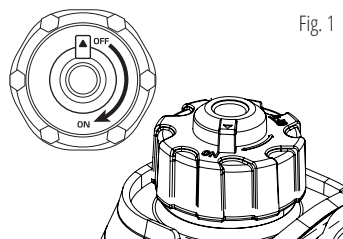

Fig. 1
3. Abra o respiro na tampa de combustível para a posição "ON" (fig. 1).